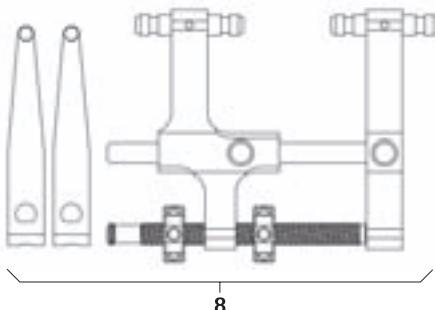

Fig. 14
- ▶ Monter le distracteur 8 avec les lames de distraction, voir Fig. 14.